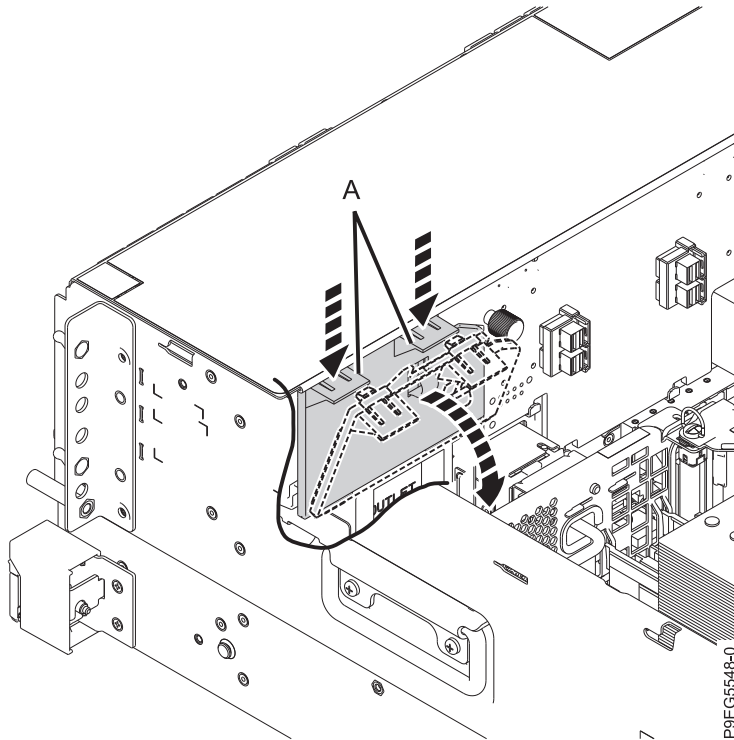

Abbildung 2. Hintere Abdeckblende der internen RDX-Andockstation ausbauen
2. Bauen Sie die hintere Abdeckblende aus (siehe Abb. 2 auf Seite 7).